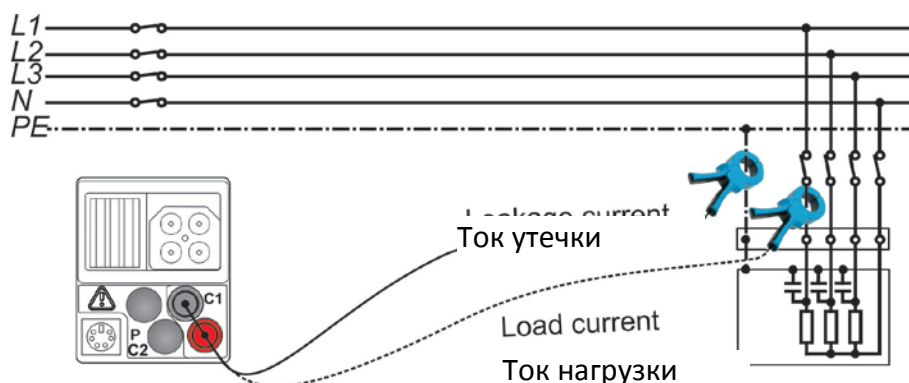

Рисунок 5.51: Измерения тока утечки и тока нагрузки
- Подключите токовые клещи к тестируемому элементу (см. Рисунок 5.51: Измерения тока утечки и тока нагрузки